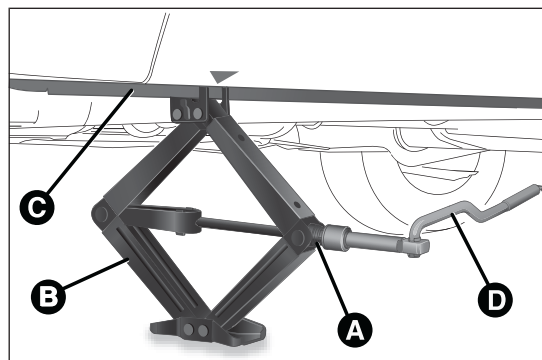

fig. 147
- introduire la manivelle D fig. 147 dans le logement sur le dispositif A, actionner le cric et soulever la voiture, jusqu'à ce que la roue se soulève du sol de quelques centimètres ;